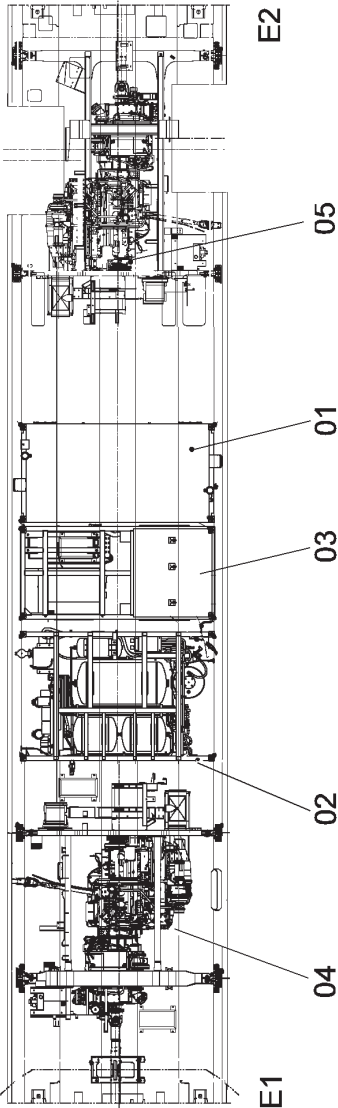

Figura 2-13. Coches motores M1 y M2
2.5.1 Coches motores M1 y M2 (figura 2-13)